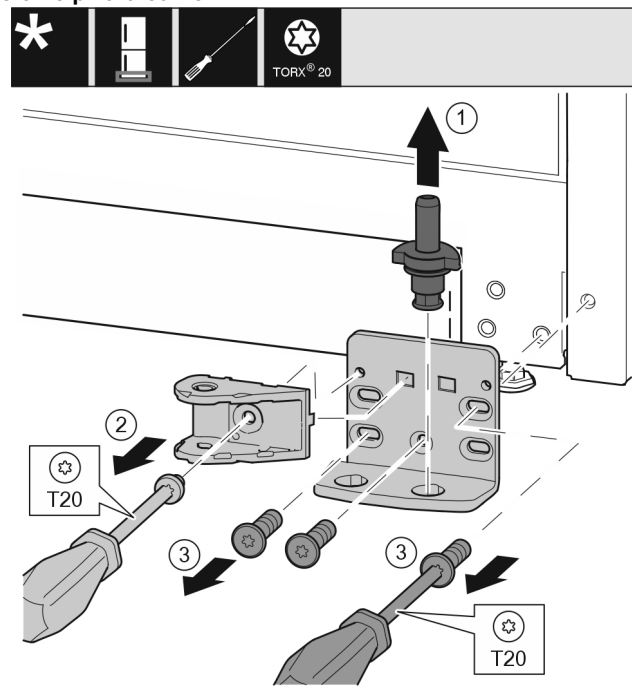

Fig. 34 *
- ▶ Visiškai ištraukite atraminius varžtus į viršų. Fig. 34 (1)*
- ▶ Išsukite varžtą atsuktuvu T20 ir nuimkite uždarymo amortizatoriaus jungtį. Fig. 34 (2)
- ▶ Išsukite varžtus atsuktuvu T20 ir nuimkite atraminę gembę. Fig. 34 (3)*